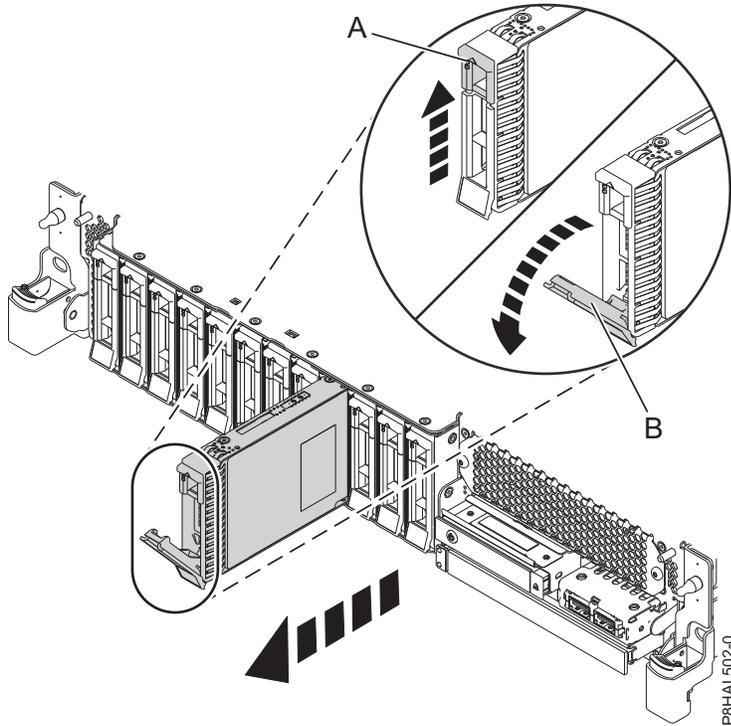
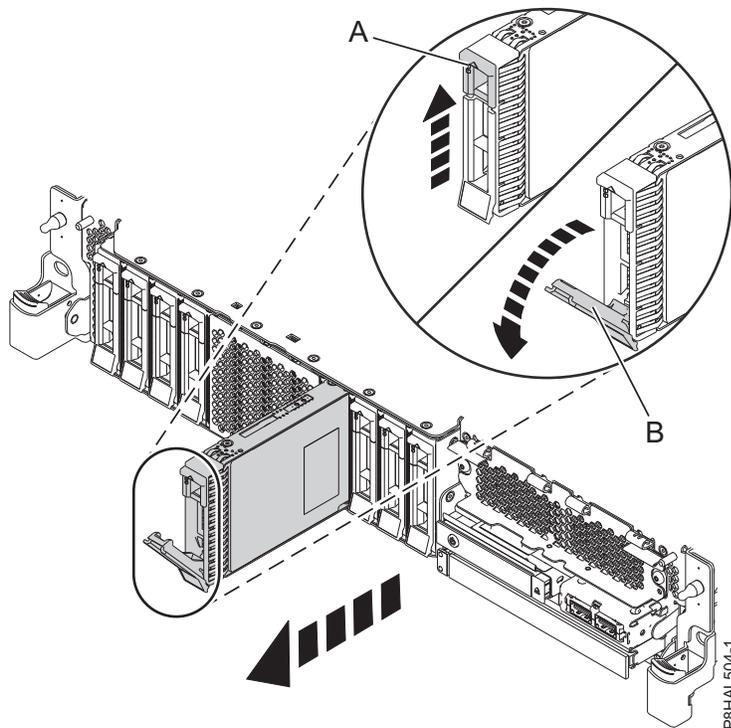

Figure 74. Retrait d'une unité de disque d'un système à fonction de base
Figure 75. Retrait d'une unité de disque d'un système à fonction étendue
5. Lorsque le voyant d'identification s'allume et reste fixe, déverrouillez la poignée de la baie d'unité **(B)** en appuyant dessus **(A)** et en la tirant vers vous. Voir : figure 74, à la page 77 et figure 75, à la page 77. Si la poignée n'est pas complètement sortie, vous ne pouvez pas retirer l'unité SSD du système.